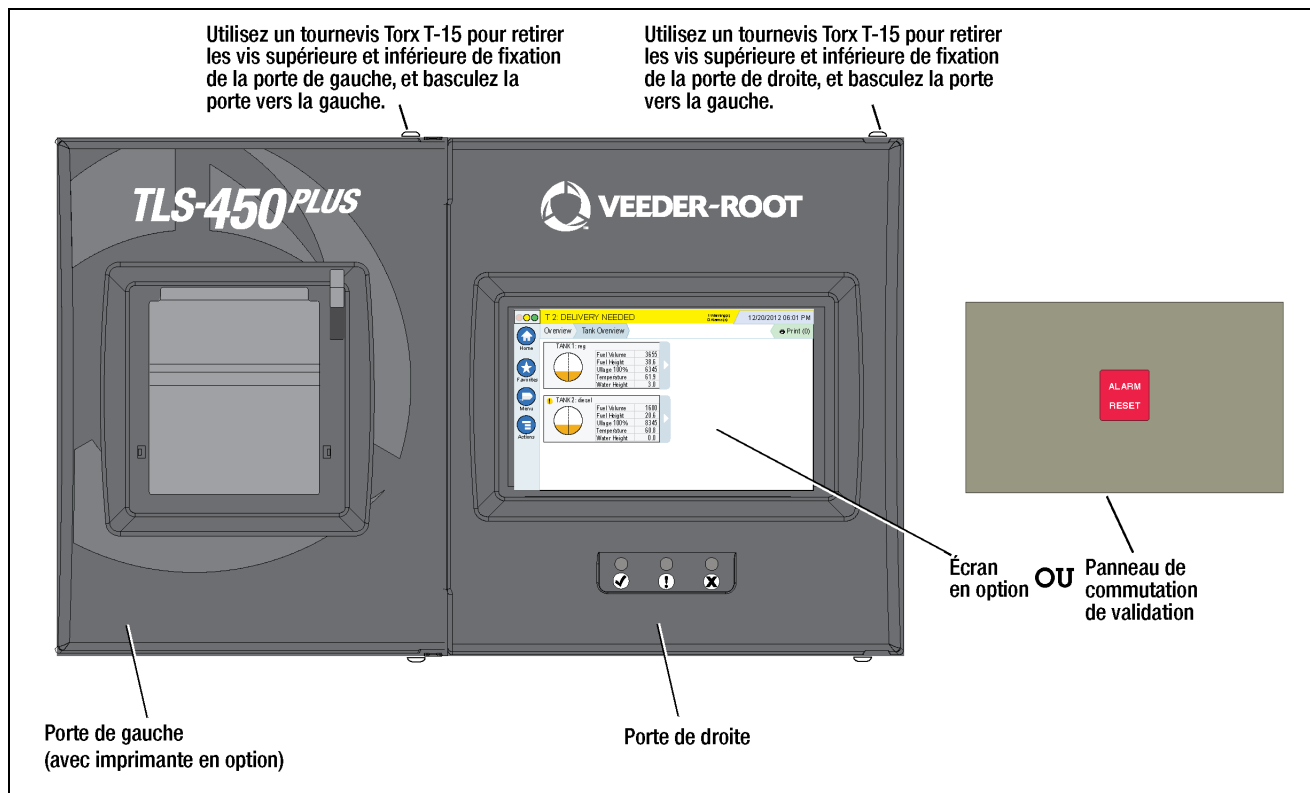

Figure 27. Accès au TLS-450PLUS
1. Ouvrez les deux portes avant de la console (voir Figure 27) ou la porte du TLS-XB selon les besoins.